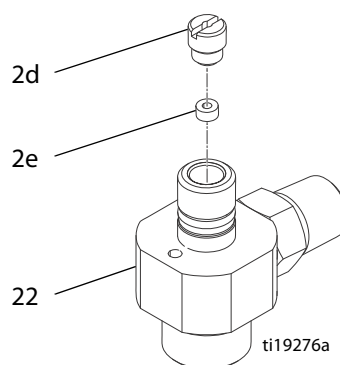

Рис. 11
- Слегка смажьте внутренние полости корпуса подачи жидкости (22). Установите небольшое уплотнение (2е) таким образом, чтобы кромки были направлены в полость корпуса подачи жидкости. Установите фиксатор уплотнения (2d) и затяните с усилием 3,4–4,5 Н•м (30–40 дюймофунтов). См. Рис. 11.